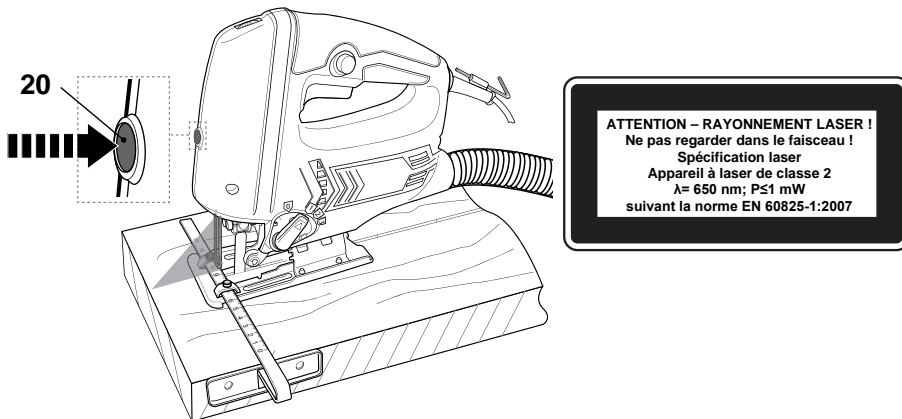

Fig. 12
- > Allumez le laser en appuyant sur le bouton marche/arrêt du laser [20] (Fig. 12).